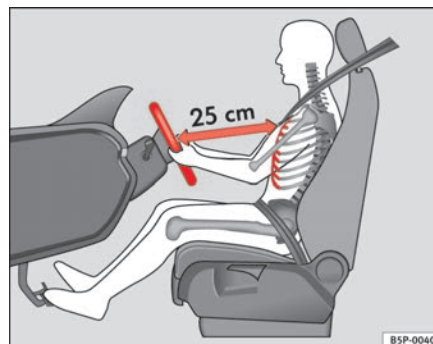

Fig. 133 Posición correcta del conductor
- Ajuste el volante hasta alcanzar la posición deseada ⇒ fig. 133.
- Ajuste el asiento del conductor o el volante de modo que quede una distancia mínima de 25 cm entre el volante y el tórax ⇒ página 168, fig. 133. ¡Si no respeta la distancia mínima, el airbag no le protegerá adecuadamente y corre peligro de muerte!